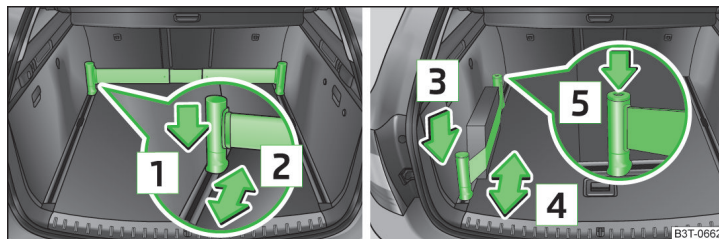

Fig. 116 Bara telescopică și cureaua elastică
- ▶ Apăsăți partea de sus a suportului în sensul săgeții **1** » fig. 116 și simultan împingeți-o în poziția dorită, în sensul săgeții **2**.
- Apăsăți suportul în sensul săgeții **3** » fig. 116 și simultan împingeți-l în poziția dorită, în sensul săgeții **4**.
- Puteți rula complet cureaua elastică prin apăsarea tastei **5** » fig. 116.